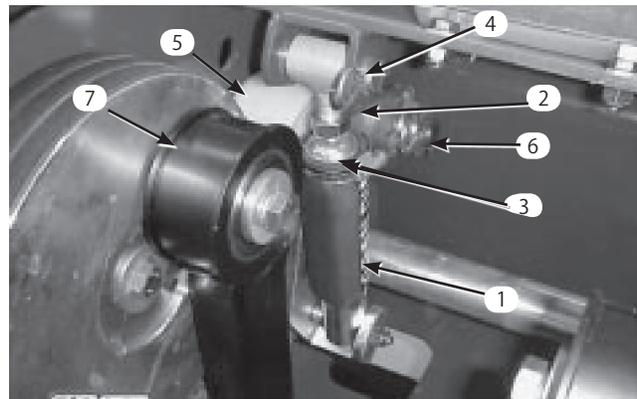

図32
1. アイドラ・チューブをテンショナ・アームに固定しているジャム・ナットをゆるめる (図32)。
2. アイドラ・アームの上に付いている6部を回し、スプリングの張りを完全になくす (図32)。
3. スプリングアセンブリをフレームに固定しているヘアピン・コッターとアイドラ・ピンを抜く (図32)。
4. アイドラ・プーリ・アセンブリをアイドラシャフトに固定しているヘアピン・コッターを外す (図32)。アイドラアセンブリをシャフトから抜き取る。
5. タイン・アームの上部をプーリに固定しているネジ、ロックワッシャ、平ワッシャを外す (図32)。